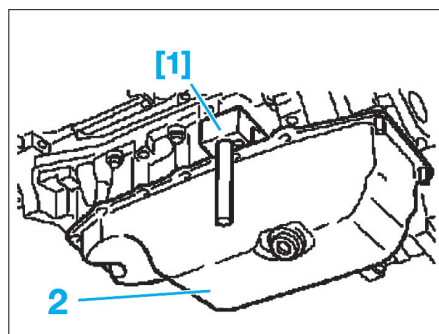

FIG. 3
- les 14 vis de fixation du carter d'huile (2).
- Décoller le carter d'huile (2) à l'aide de l'outil [2] et le déposer (Fig.3).